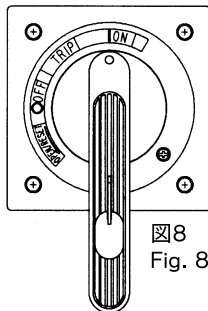

図8 Fig. 8
(1) 扉閉状態でのFAB、ELB操作
- ハンドルをほぼ垂直の位置へ回転すると、FAB、ELBはONします。(図8)
(1) FAB and ELB operation with the door closed
- When the handle is almost turned to the vertical position, either FAB or ELB is turned on. (Fig. 8)